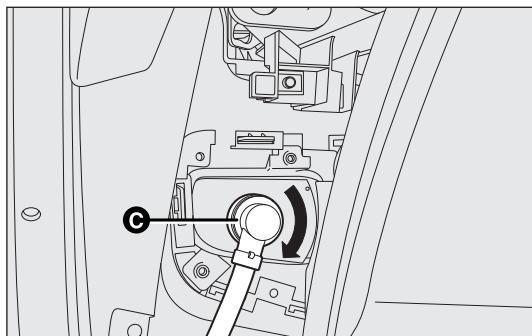

fig. 164
- ☐ retirer le capot de protection C-fig. 164 en tournant dans le sens contraire des aiguilles d'une montre ;
- ☐ remonter le couvercle/la douille C-fig. 164 en le tournant dans les sens des aiguilles d'une montre en s'assurant du blocage correct ;